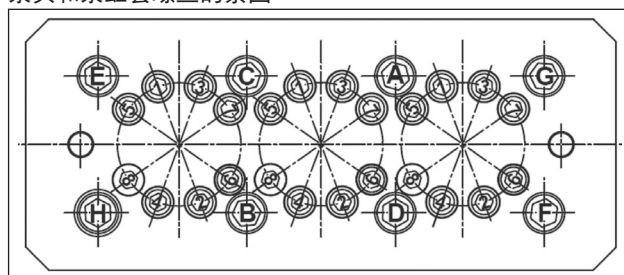

图54
- ** 泵头固定螺丝必须按照图54表中所述的步骤和顺序拧紧。
- *** 泵缸套固定螺丝必须按照图54表中所述的步骤和顺序拧紧。